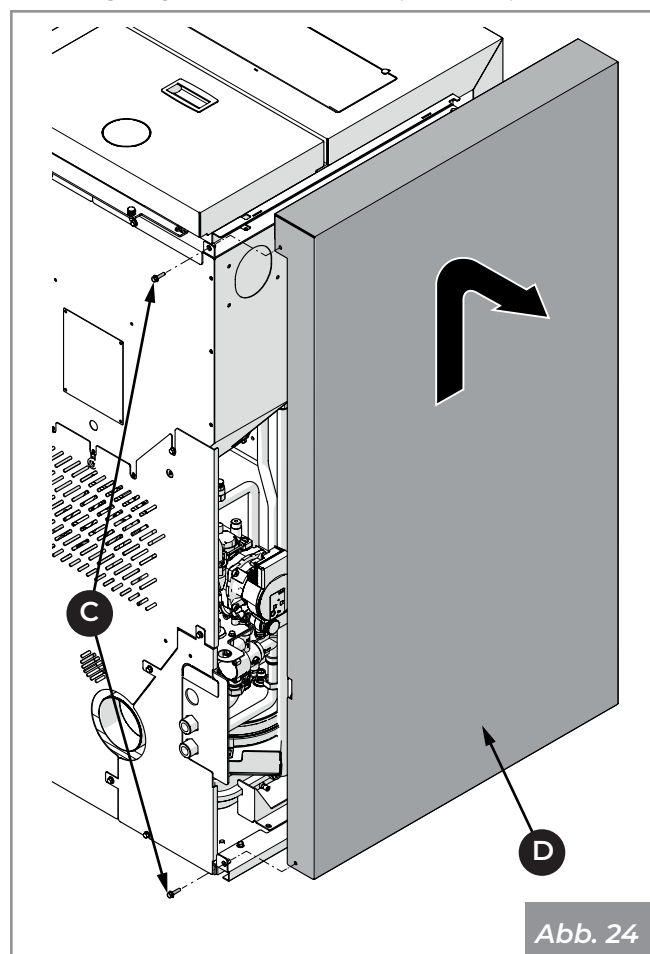

Abb. 24
Die beiden hinteren Schrauben (C) abschrauben und den linken Seitenteil (D) anheben, um die Befestigungshaken zu lösen (Abb. 24).